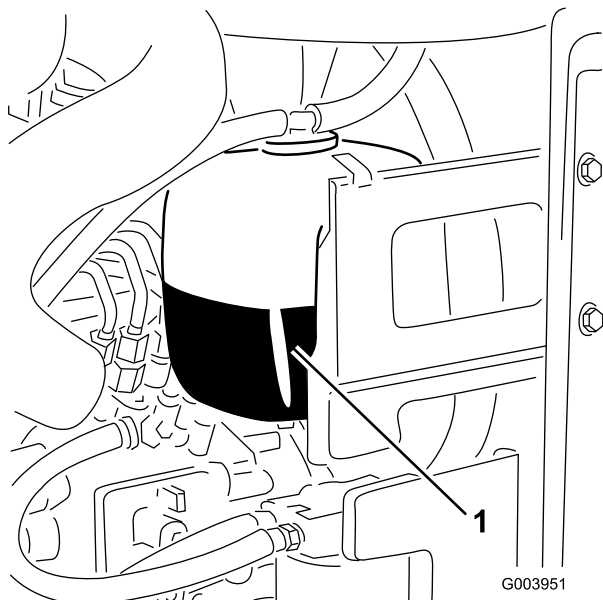

Figura 29
1. Controllate il livello di refrigerante nel serbatoio di espansione (Figura 29).